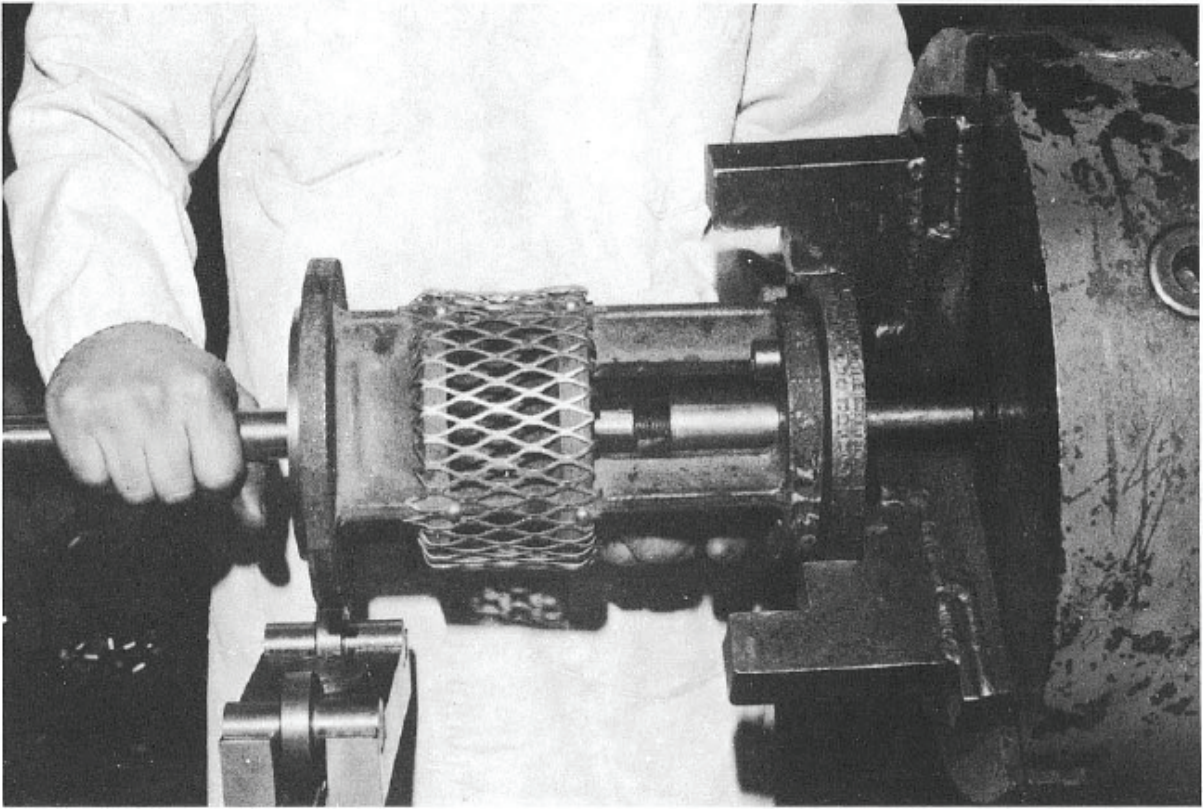

图 6-2
- C. 完成重新组装要按照与 6-6 节相反的顺序执行，请参考图 6-2 至 6-14。